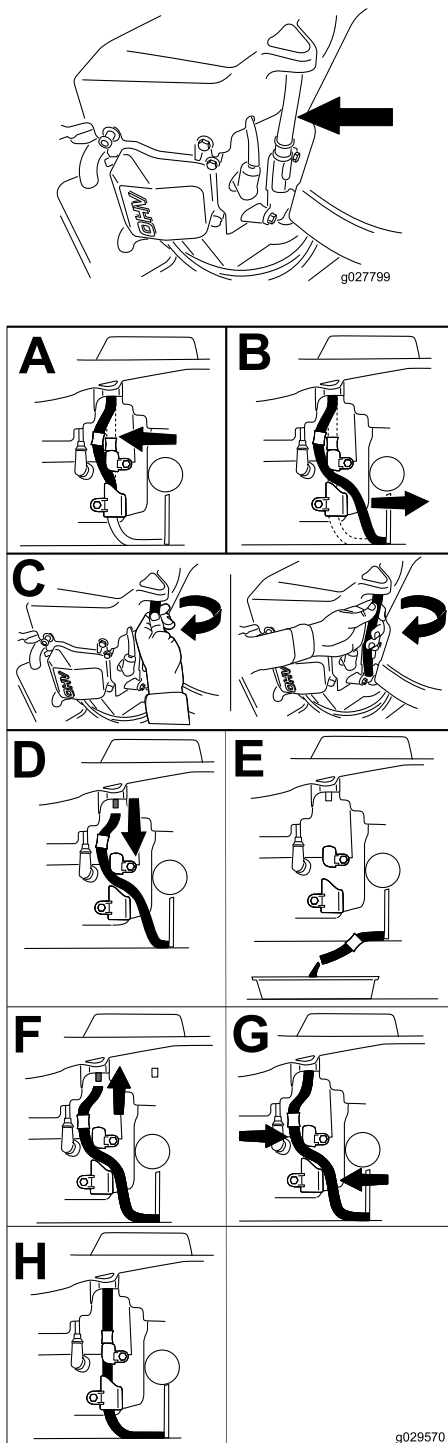

Bild 41
4. Lassen Sie das Öl vom Motor ab (**Bild 41**).